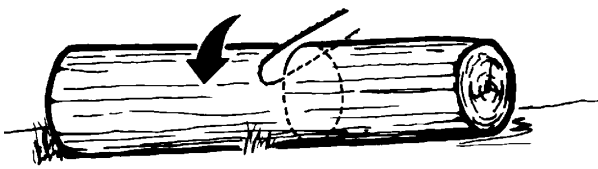

Fig. 13
1. Si le tronc est supporté sur toute sa longueur: Il peut être tronçonné à partir du dessus. Eviter de plonger le guide-chaîne dans la terre (Fig. 13).